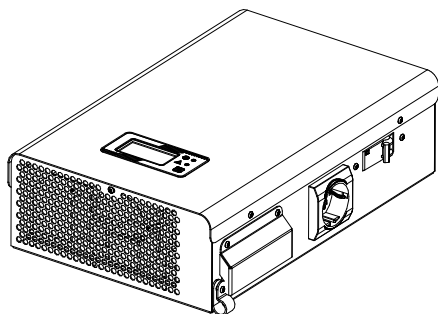

Рисунок 17. Горизонтальная установка стабилизаторов Штиль IS2500, IS3000 и IS3500
- для горизонтальной установки на ровной горизонтальной поверхности (настольное размещение) – **рисунок 17**.